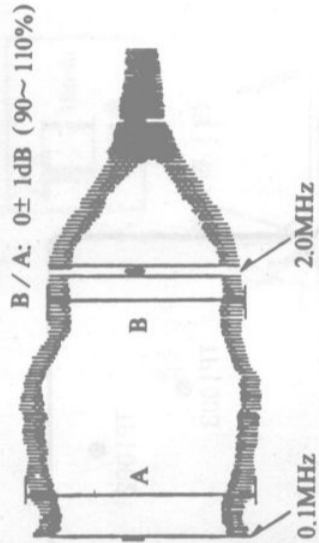

图11
- ②以SP方式用空白磁带记录视频扫描信号并重放；
- ③置录像机寻迹控制(Tracking)于定位位置；
- ④调节VR3012，使频率响应 $B/A=0 \pm 1\text{dB}$ ，如图11所示；
- ⑤以LP方式用空白磁带记录视频扫描信号并重放；
- ⑥置录像机寻迹控制于定位位置；
- ⑦调节VR3013，使频率响应 $B/A=0 \pm 1\text{dB}$ ，如图11所示。
- (3) Y-NR 平衡的调试